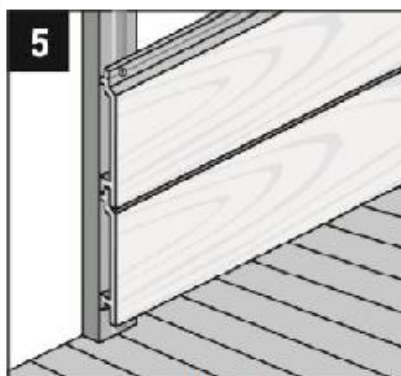

Рис.5
5.6. В шип предыдущего фасадного профиля вдевается следующий профиль (рис. 5).